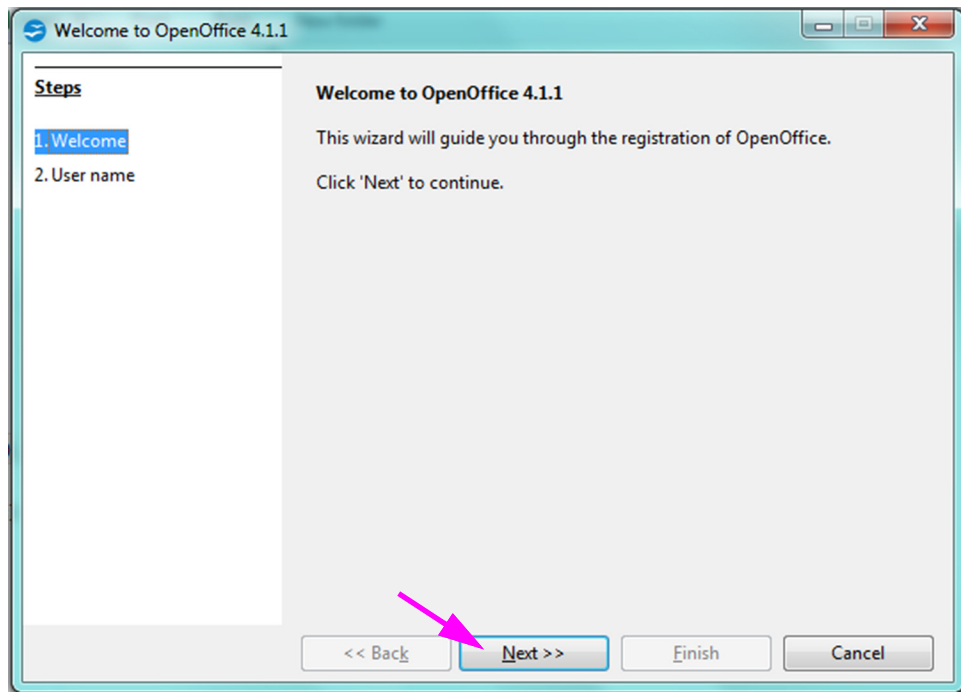

图 D-2. AOO 注册屏幕
2. 在 AOO 初始启动，注册屏幕会显示。参见图 D-2。